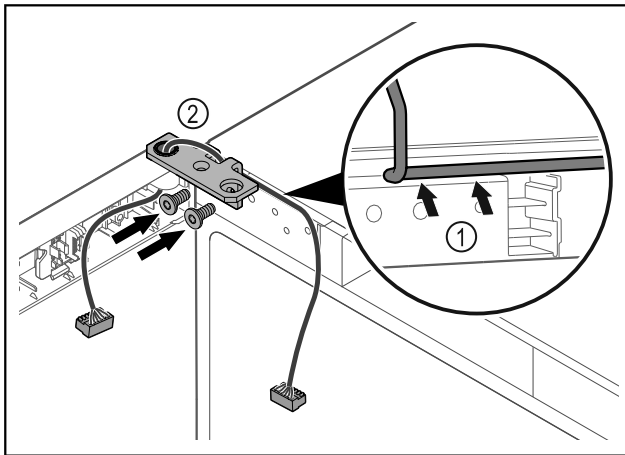

Fig. 32
- ▶ 将电缆穿过合页角铁的缺口并小心铺设 Fig. 32 (1)。
- ▶ 拧上合页角铁 Fig. 32 (2)。